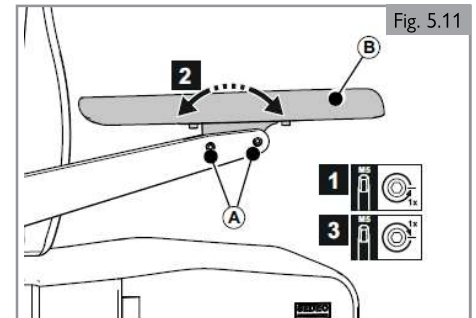

Fig. 5.11
##### Parte 2 (Fig. 5.11)
1. Afloje (A) una vuelta.
2. Ajuste (B) en la posición deseada.
3. Apriete (A).
Nota: Para alcanzar el tornillo trasero en las alturas más bajas del reposabrazos, afloje los tornillos (A) de la Fig. 5.11 y ajuste el ángulo del almohadillado.